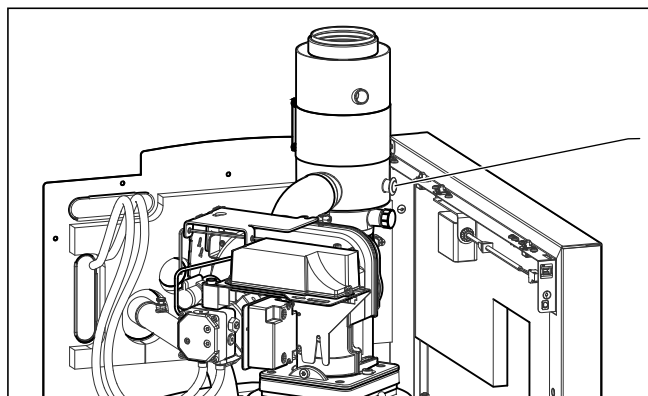

Fig. 5.1 Afgasningsledning installeres på icoVIT
- Fjern proppen (1) (se Fig. 5.1) fra den øverste åbning på luftopsugningsstuds.